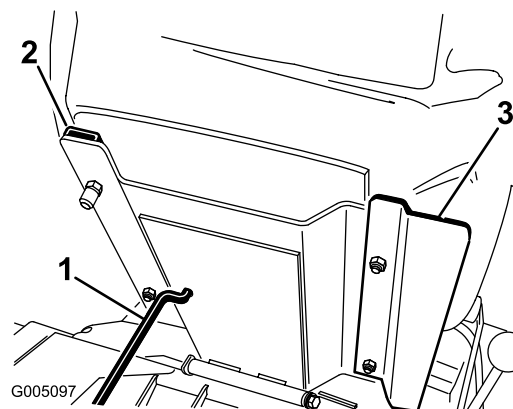

Figura 5
3. Fije el asiento, el panel del asiento y los raíles del asiento al soporte del asiento con las contratueras (5/16 pulg.) (Fig. 6) suministradas con las piezas sueltas. Monte la placa del asiento en el lado derecho, colocada de la forma que se muestra en Figura 5.